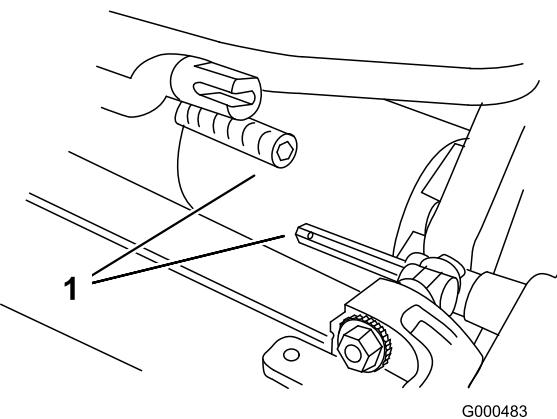

図 4
3. カッティングユニットをトラクションユニットの下に押し込み、次に左に押してトランスマッショ n のカップリングに接続する（図 4）。